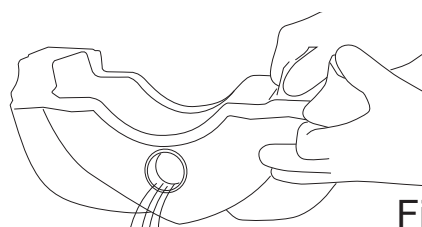

Fig.24
- Esvazie o conteúdo do depósito pela abertura frontal (Fig.24).